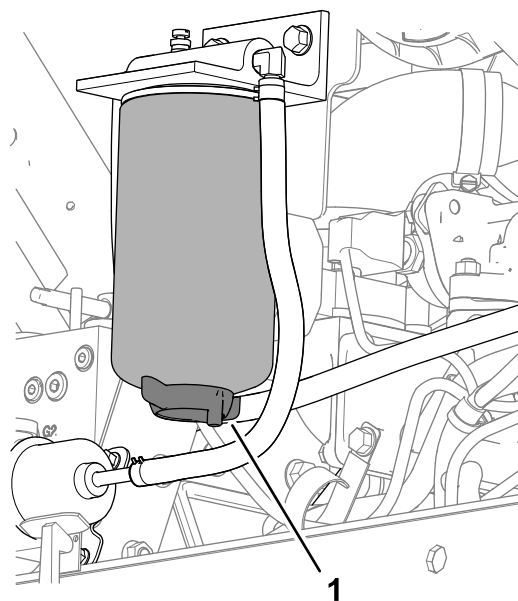

Figura 79
3. Coloque um recipiente de escoamento por baixo do filtro separador de água-combustível (Figura 79).